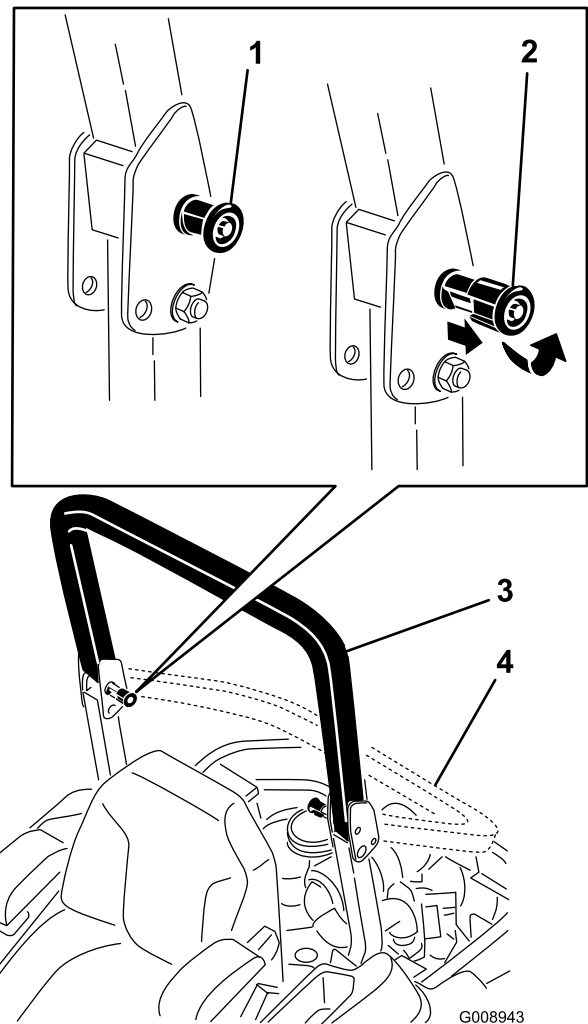

Figura 8
2. Tirate entrambe le manopole e ruotatele di 90 gradi in modo che non siano innestate (Figura 8).
3. Abbassate il roll bar (Figura 8).
4. Per alzare il roll bar, sollevatelo in posizione di funzionamento e ruotate le manopole in modo che si spostino parzialmente nelle scanalature (Figura 8).
5. Sollevate completamente il roll bar premendo contemporaneamente la parte superiore del roll bar in modo che i perni scattino in posizione non appena saranno allineati ai fori (Figura 8).